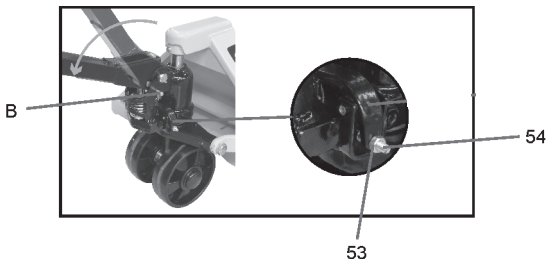

Fig. 6 – Retirando o pino
- d. O pistão de acionamento do cabo vem travado com um pino “B”, ver fig. 6.
- e. Para o correto funcionamento do equipamento, posicione o cabo totalmente na horizontal e remova o pino trava da mola "B", ver fig. 6.
Em caso de necessidade de ajuste da alavanca para elevar ou baixar a carga, faça o ajuste através do parafuso "54", conforme fig. 6, e depois de concluído o ajuste, trave o parafuso "54" apertando a porca "53".